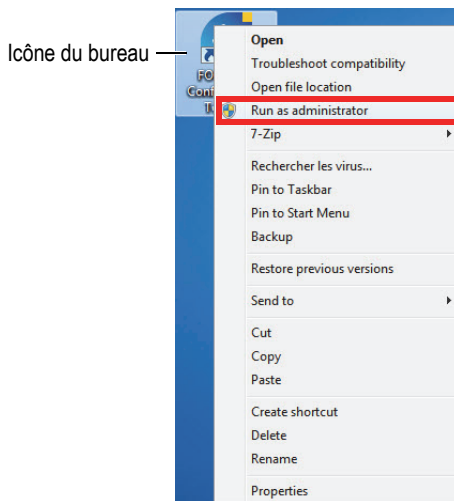

Figure 5-1 Ouverture de l'outil de configuration
- ◆ Sur le bureau, faites un clic droit sur l'icône de l'outil de configuration, et puis cliquez sur **Run as administrator > Yes** (Lancer en mode Administrateur > Oui) [voir la Figure 5-1 à la page 20].